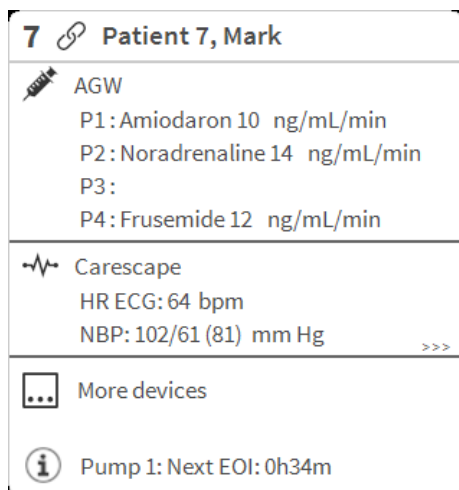

Fig 64
- Klik op het “Bedgebied” dat betrekking heeft op het bed dat moet worden weergegeven (Fig 64).